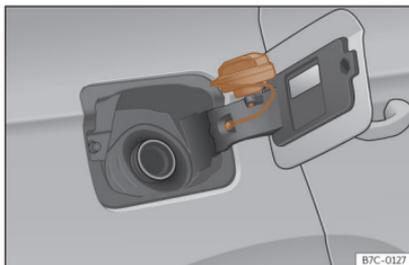

Fig. 190 Sportellino del serbatoio con all'interno il tappo.
- Collocarlo nello spazio della cerniera dello sportellino aperto»»» **fig. 190**.